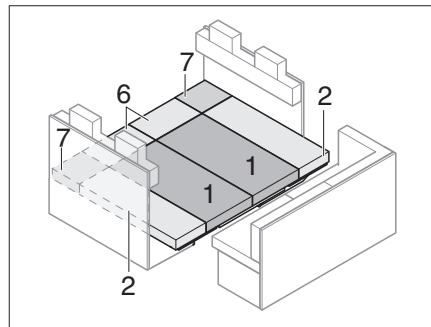
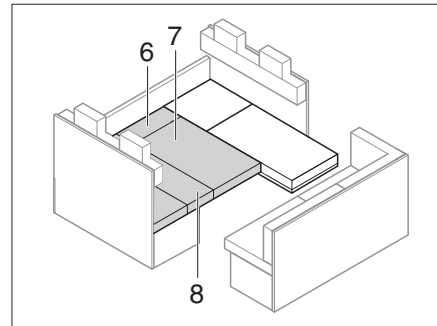

Fig. 201 Después de la transformación
Fig. 205 Después de la transformación
- Colocar cojín del asiento, cojín del respaldo y cojín adicional como se muestra en Fig. 201.
- Colocar cojín del asiento, cojín del respaldo y cojín adicional como se muestra en Fig. 201 hasta Fig. 205.